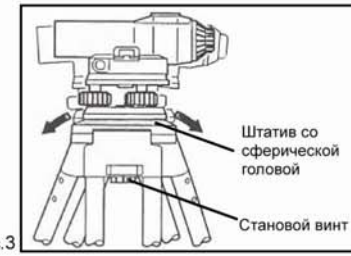

Рис.3
- 5) Придерживая прибор на штативе, закрутите становой винт. (Рис.3)